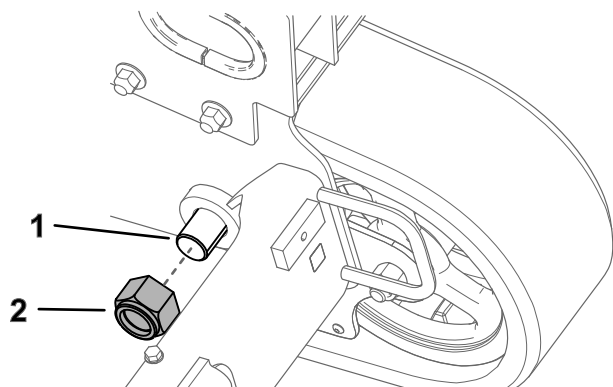

**Figure 4**
1. Placez des chiffons ou un récipient sous les raccords hydrauliques des moteurs des chenilles pour récupérer le liquide pendant que vous effectuez cette procédure (Figure 4).